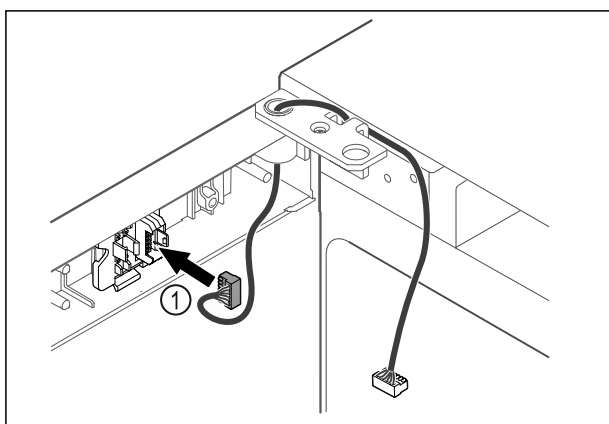

Fig. 64
- ▶ Utakните utikač Fig. 64 (1) u držač utikača.